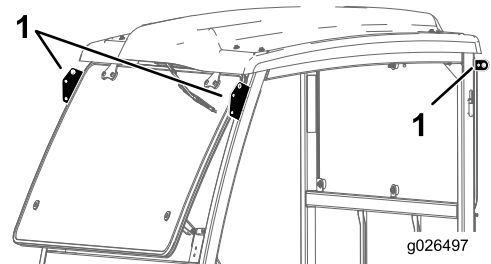

Figura 4
1. Sollevare il telaio della cabina utilizzando i punti di sollevamento e posizionarlo sulla macchina (Figura 4).